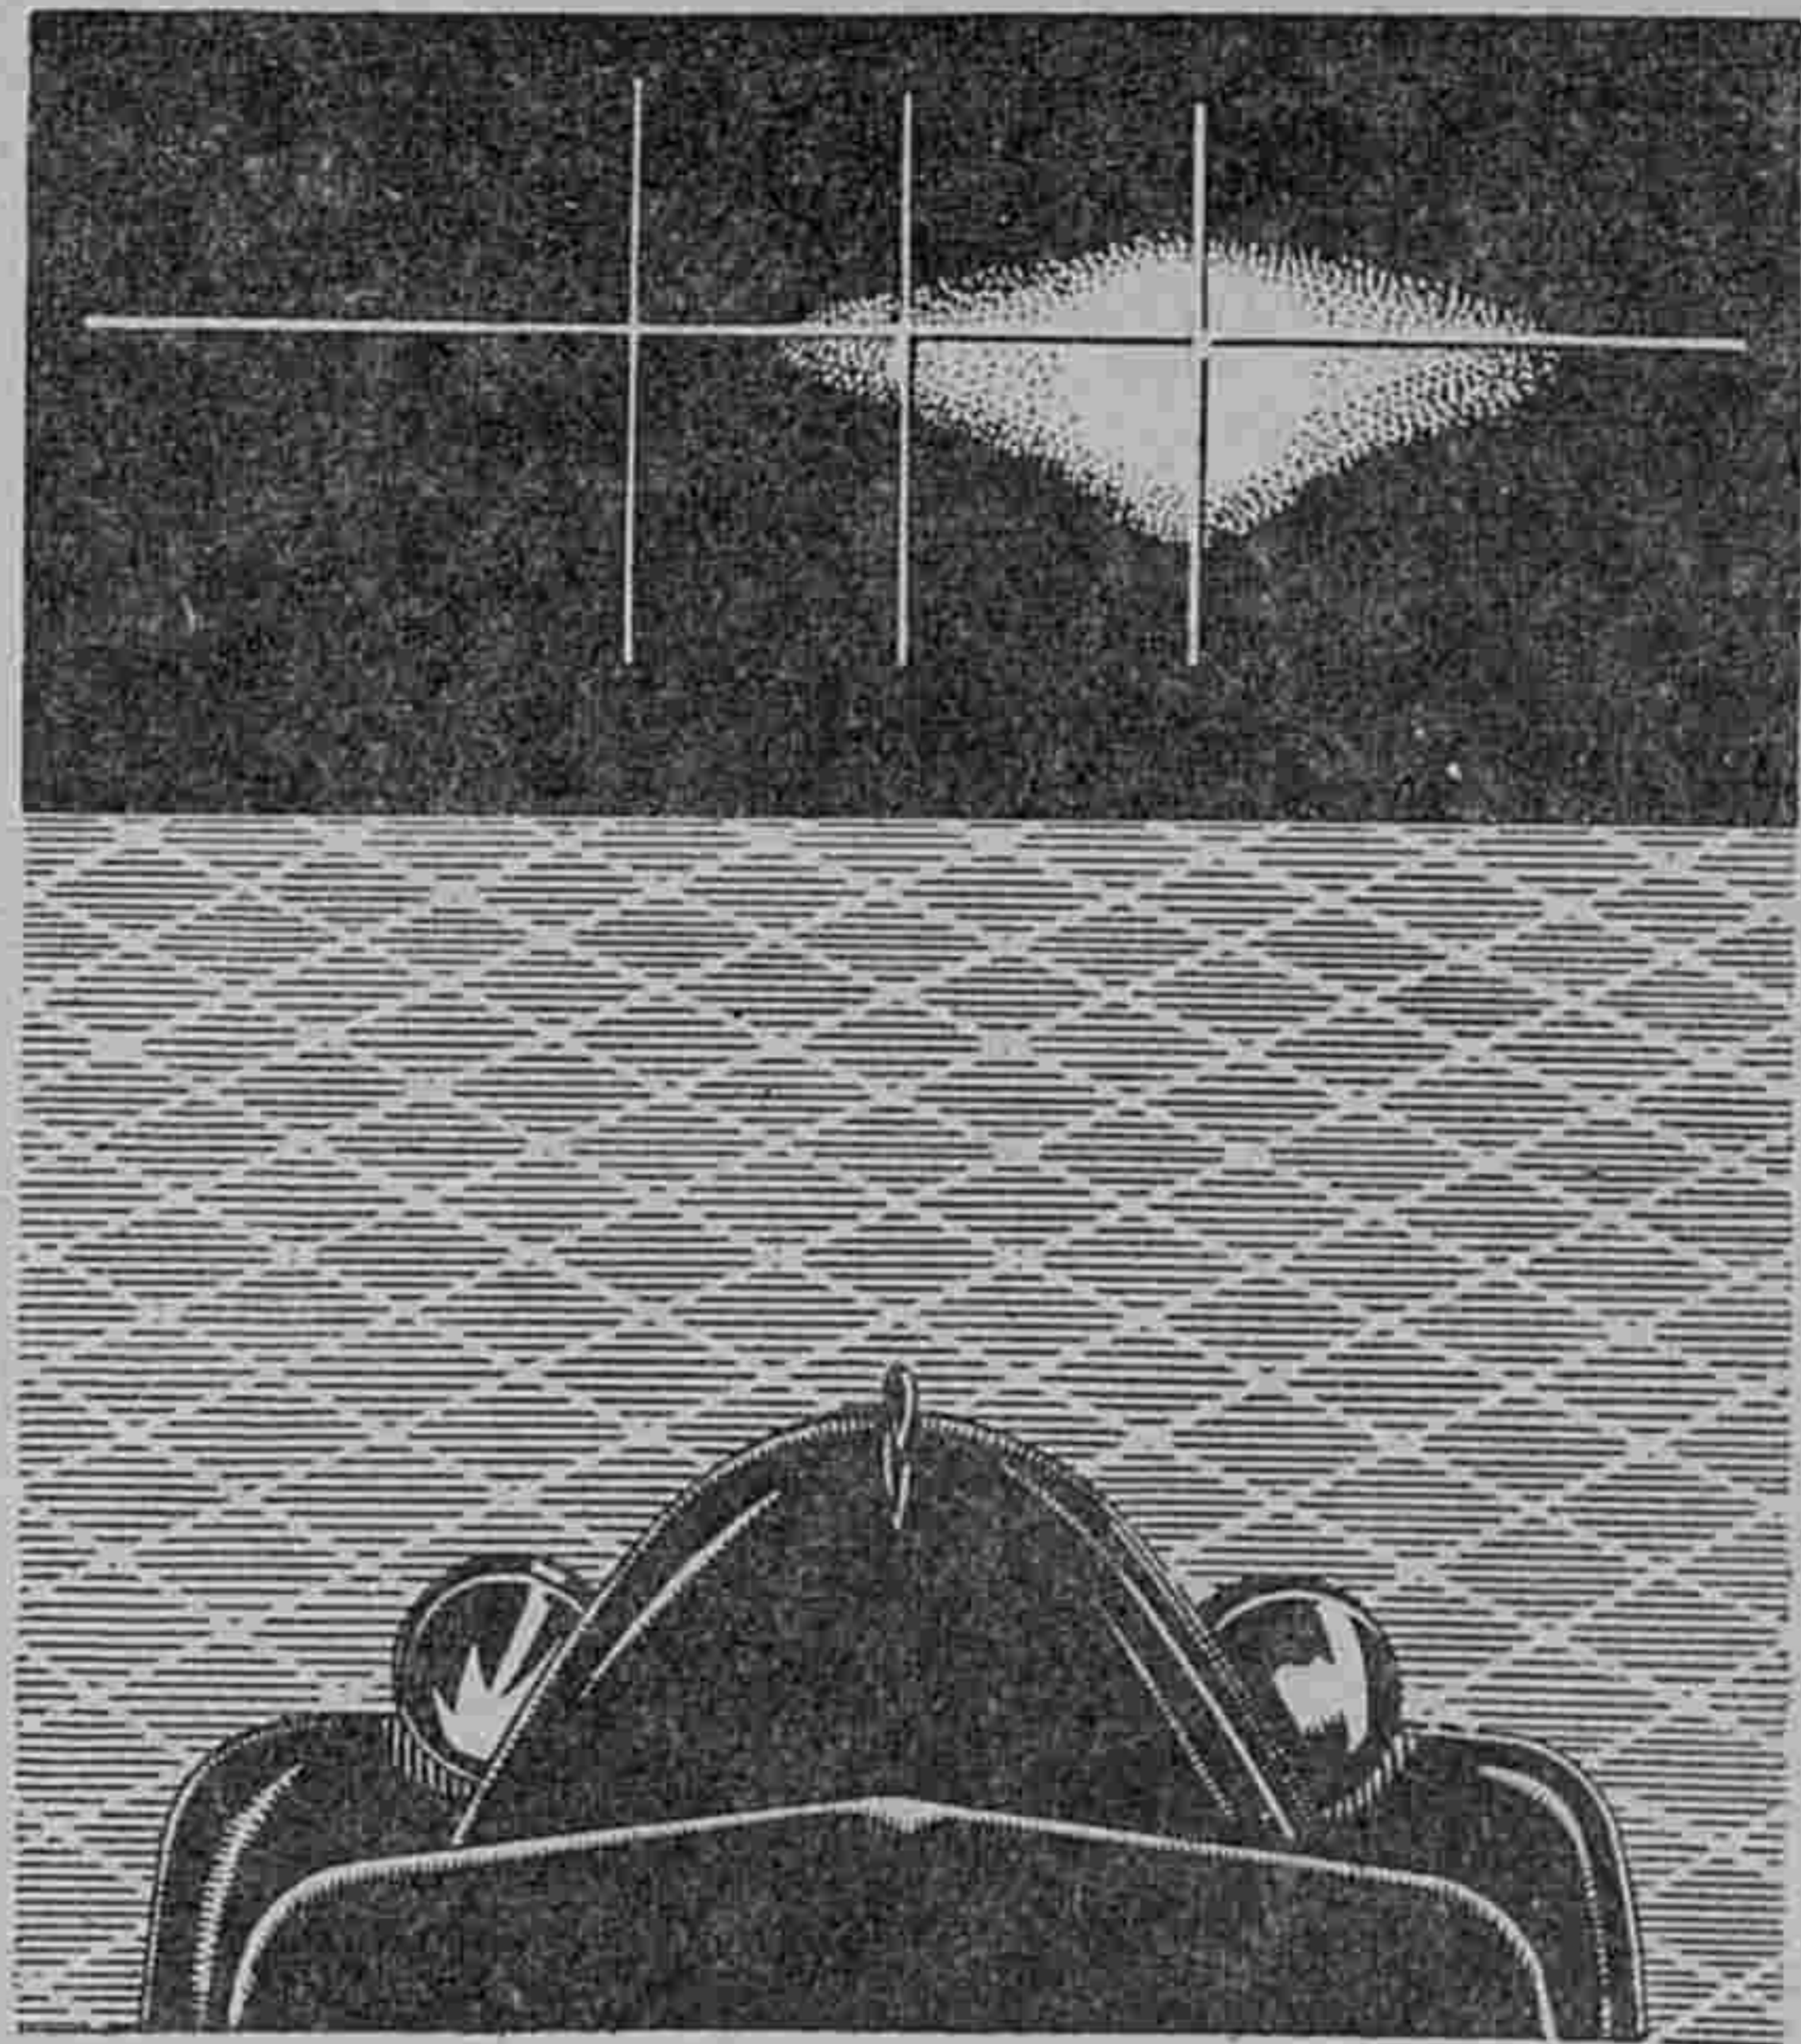

Рис. 19. Пятно света правой фары
3. Отпустить гайку крепления одной из фар, включить дальний свет, закрыть чем-нибудь другую фару и наводить пятно света фары на экран так, как это указано на рис. 19 и 20.